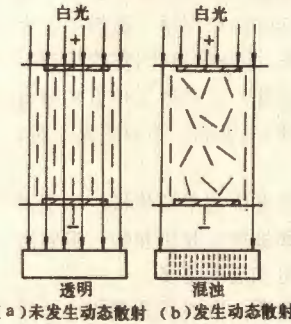

图1 液晶的动态散射效应
多星制电子侦察卫星系统,由于采用了多星组网体制和开设多个位置适当选择的地面站,使得星上无需终端设备,可将星载侦察(多路信道化)接收机收到的信息全部实时转发。这样,卫星的工作方式就有①收存(储)快发、②收处(理)后发和③边收边发三种,如图1所示。
的颜色变成较深的颜色。（图1）。液晶分子在外加电场作用下发生紊乱运动，从而其透光率和反射率发生变化，这就是液晶的动态散射效应。
1. 设置贮备结构，用重复元器件掩蔽故障 这种容错技术主要有两种。其一是把许多元器件合理地连接起来，作为一个部件。例如某计算机电源整流桥的一臂用六个二极管按图1的方式连接起来，代替一个二极管，其中任何两个二极管开路或者短路，都不会影响电路正常工作。